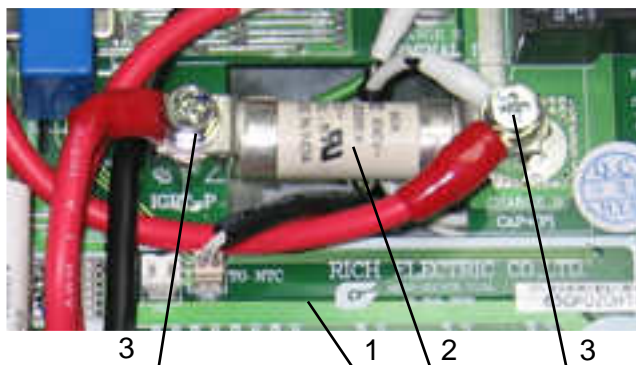

Рис.6.12
6.8.1. Выкрутить два винта (3) (рис.6.12).